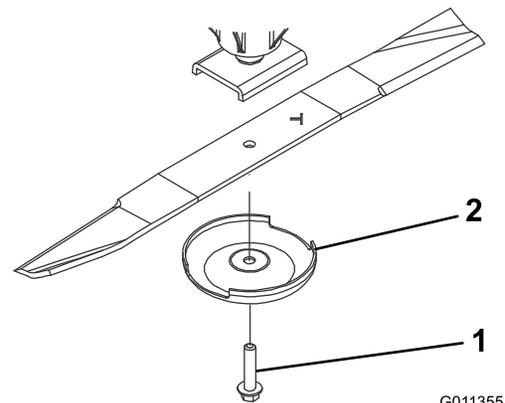

Bild 59
2. Halten Sie das Ende des Messers mit einem stark wattierten Handschuh oder wickeln Sie einen Lappen um es herum. Entfernen Sie die Messerschraube, die Antiskalpierkuppe und das Messer von der Spindelwelle (**Bild 59**).
3. Setzen Sie das Messer (der Flügel sollte zum Mähwerk zeigen) mit der Antiskalpierkuppe und der Messerschraube ein (**Bild 59**). Ziehen Sie die Messerschraube is auf 115-149 N·m an.